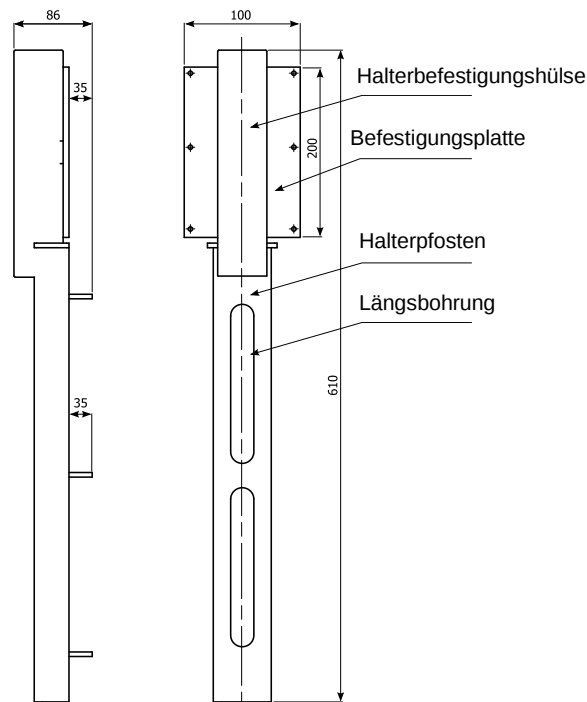

Abb. 23 Schalungshalter
1.3.21. Schalungshalter (Abb. 23)